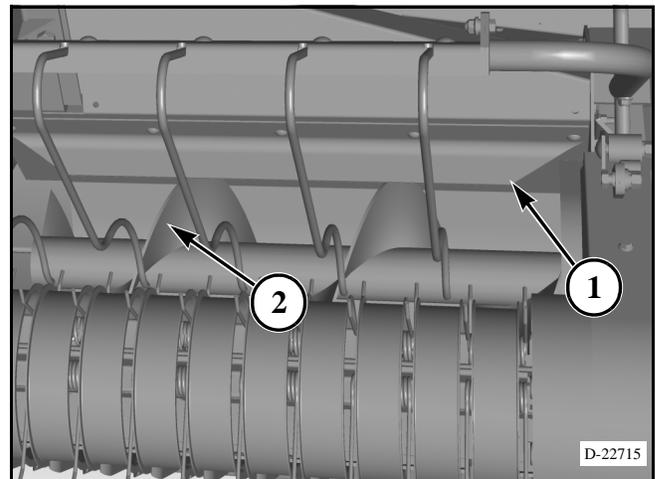

FIG. 13
FIG. 13: Los separadores del sinfín del recolector (1) quitan el producto del sinfín (2). En hierbas y heno con una gran cantidad de hojas, los separadores del sinfín del recolector ayudan a alimentar el producto cosechado a los dientes de la máquina de relleno. Esto permite mantener el flujo de producto cosechado a través de la parte inferior del recolector mientras el producto se transporta a la máquina de relleno.